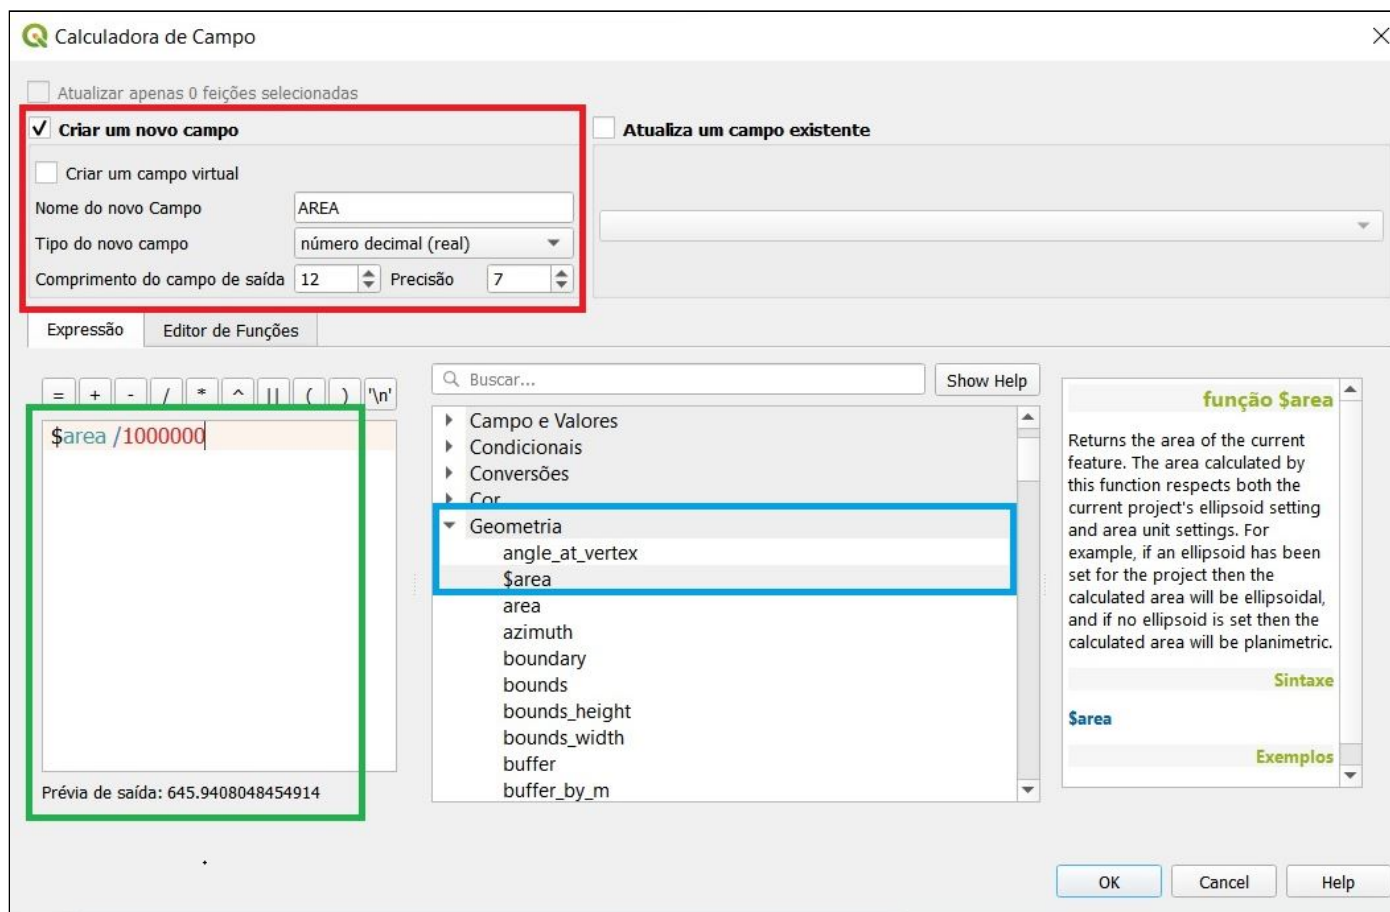

Figura 12 - Janela da Calculadora de Campo - Fonte: ANP
- d) Procurar em > **Geometria** (em destaque em azul na figura 12) a função para cálculo de área (> **\$area**), e dando duplo click ela aparecerá no lado esquerdo da Calculadora de Campo (retângulo verde da figura 12);